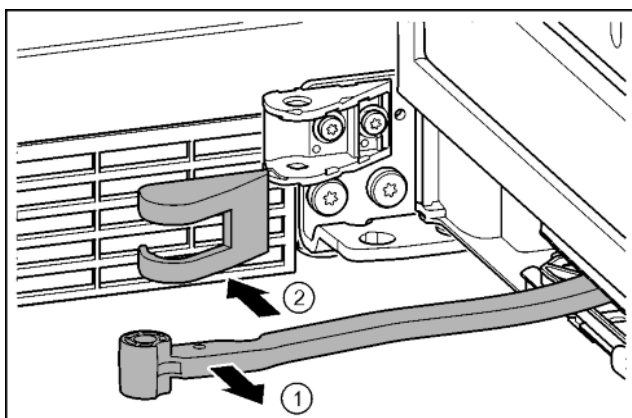

Fig. 16
▶ Повернуть шарнир в направлении двери. Fig. 16 (1)
▶ Снять крышку опорного кронштейна. Fig. 16 (2)